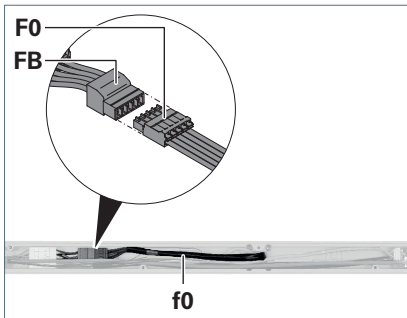

Fig. 10: Versorgungsleitung anschließen.
6. Verbinden Sie die Buchsenleiste **F0** mit der Stiftleiste **FB** im Querträger, siehe Fig. 10.